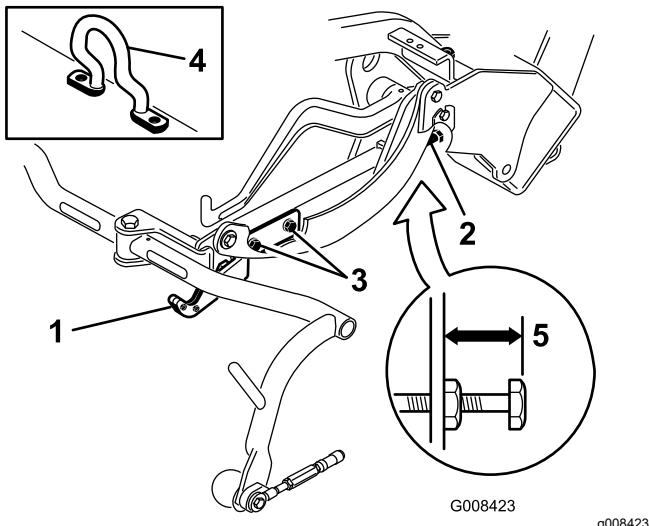
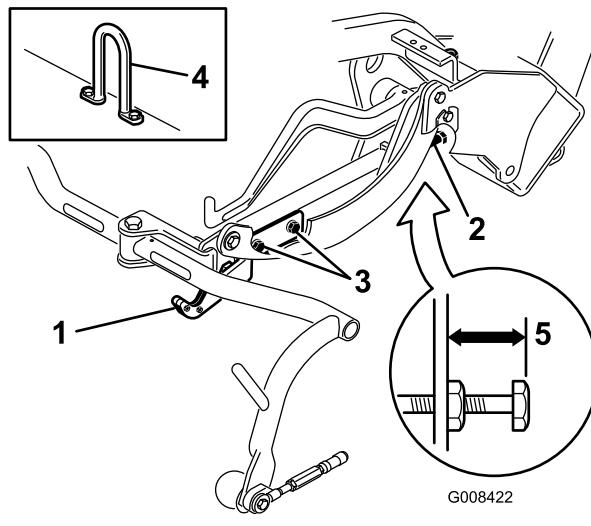
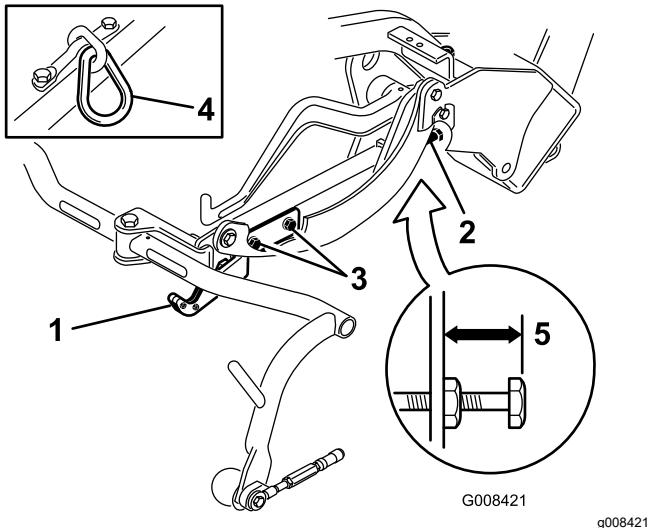

Bild 10
Bild 12
Bild 11
Prüfen Sie die Transporthöhe (Bild 11 und Bild 12) und stellen Sie diese ggf. ein.
2. An Schneideeinheiten, die einen Versatzhubhaken haben (Bild 10, Einsatz) müssen Sie darauf achten, dass der Abstand von der Oberkante der Einstellschraube am Trägerrahmen bis zur Rückseite des Trägerrahmens 25 mm beträgt. Sollte der Abstand nicht 25 mm sein, gehen Sie auf Schritt 4.
3. An Schneideeinheiten, die ein Kettenlied oder einen geraden Hubbaken haben (Bild 11 und Bild 12, Einsätze) müssen Sie darauf achten, dass der Abstand von der Oberkante der Einstellschraube am Trägerrahmen bis zur Rückseite des Trägerrahmens 22 mm beträgt. Sollte der Abstand nicht 22 mm sein, gehen Sie auf Schritt 4. Wenn die Schneideeinheit mit einem Versatzhublenker (Bild 10) ausgestattet ist, gehen Sie auf den nächsten Schritt.
- 4. Lockern Sie die Befestigungsschrauben an der Transportplatte (Bild 11, Bild 12 und Bild 10).
- 7. Wenn die Trägerrahmen nicht dieselbe Höhe aufweisen, lösen Sie die Klemmmutter an der Einstellschraube des Trägerrahmens (Bild 10, Bild 11 und Bild 12). Drehen Sie die Schraube raus, um den Trägerrahmen anzuheben, oder drehen Sie die Schraube rein, um ihn abzusenken. Ziehen Sie die Klemmmutter wieder an, nachdem Sie die korrekte Höhe eingestellt haben.